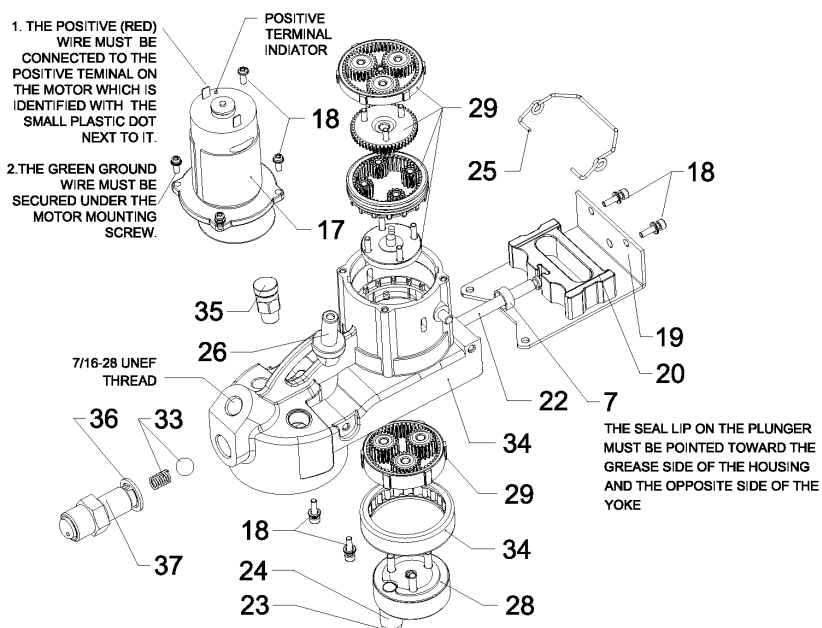

Figura 7
- 1) Retire la varilla del seguidor de la tapa del conjunto de tubo de engrase y engánchela al seguidor girando el asa del mismo. Haga fuerza sobre el asa del seguidor mientras sujeta la válvula de ventilación 23 (Figura 7).